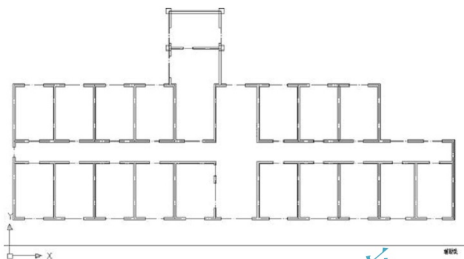

图 3.37 关闭【门窗】图层和【室外】图层
- ③ 按 Esc 键取消夹点。
- ④ 打开【轴线】图层，将【门窗】、【楼梯】和【室外】图层关闭，如图 3.37 所示。